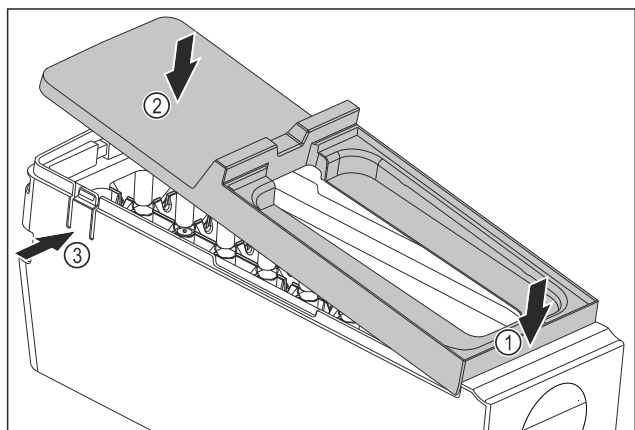

Fig. 134
- ▶ Montaż ostony korpusu EasyTwist-Ice: Ostonę założyć od przodu. Fig. 134 (1)
- ▶ Opuścić ostonę z tyłu. Fig. 134 (2)
- ▷ Ostona zatrzaskuje się słyszalnie w obu nakładkach Fig. 134 (3).